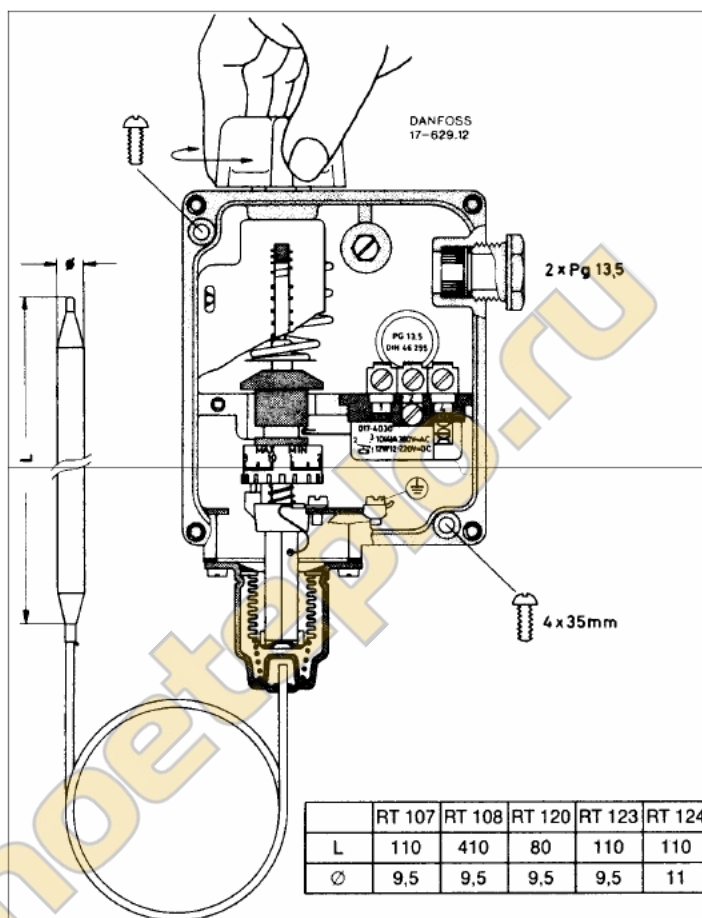

Рис. 5
2.5.2 ТЕРМОСТАТ DANFOSS RT 124 (Рис. 5)
- б. Снять крышку термостата и установить барабан на значении, выбранном для дифференциала (остановка горелки) в соответствии с диаграммой на Рис. 5а. Дифференциал суммируется на значении, зафиксированном в пункте а.
Рис. 5а